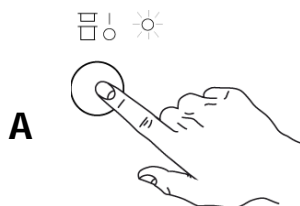

Fig.27
- 4- Fermer la porte et appuyer sur le bouton "A" pour allumer la machine comme indiqué par le voyant lumineux VERT "D". (Fig.27)